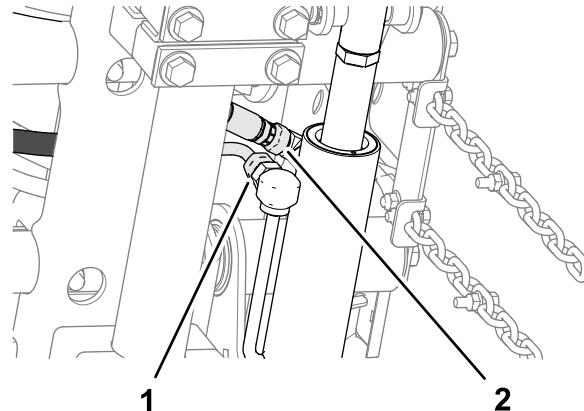

图 16
2. 对齐承载板和安装板之间的隔片 **图 16** 并使用托架螺栓 $\frac{3}{8} \times 1\frac{1}{4}$ 英寸和凸缘锁紧螺母 $\frac{3}{8}$ 英寸松动地组装板和隔片。